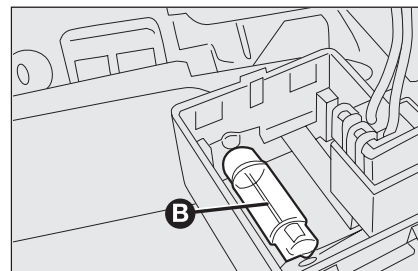

fig. 38
- remplacer l'ampoule **B-fig. 38** en la dégageant des contacts latéraux et en s'assurant que la nouvelle ampoule soit correctement bloquée entre les contacts mêmes;